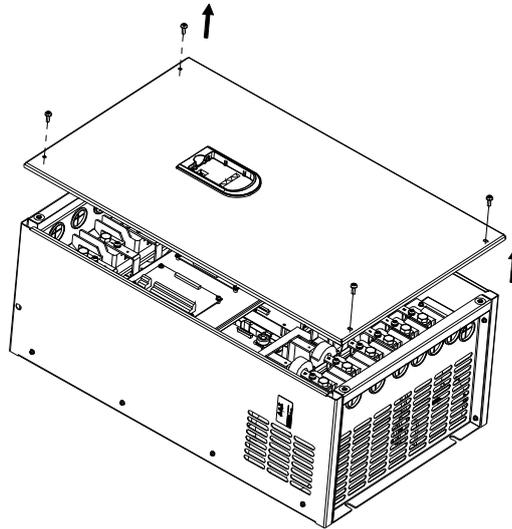

图3-7 盖板的拆卸和安装示意图
- 2) 卸下盖板上所有螺钉，如图 3-7 所示；
- 3) 平行取出盖板，如图 3-7 所示。